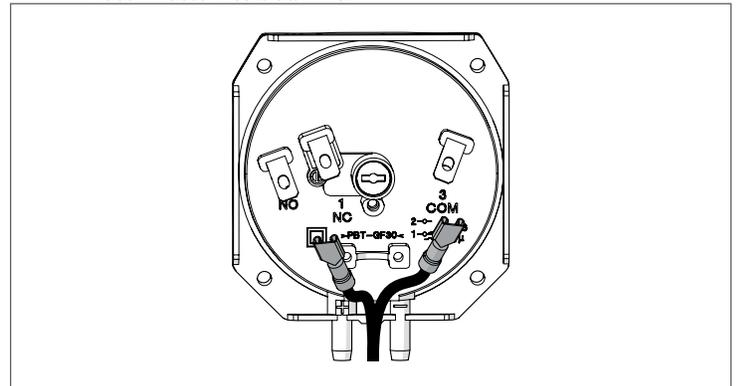
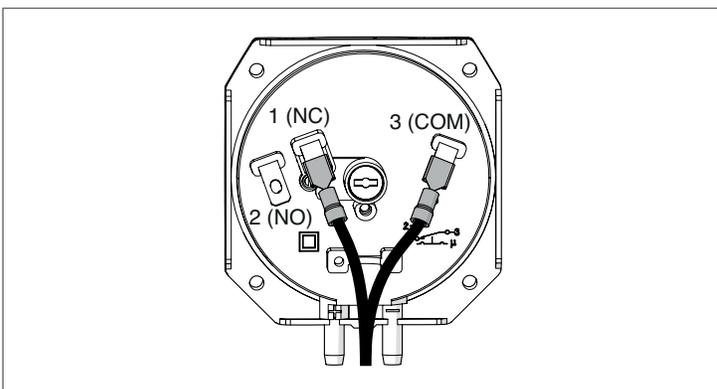

Fig. 64 Déconnecter les fils
Fig. 67 Pressostat de gaz câblé
- Effectuez l'essai du pressostat de l'autre côté de la chaudière (module 4 ou 8); répétez le processus de la Fig. 64 à la Fig. 67.
- Suivez les étapes de la Fig. 64 à la Fig. 67.